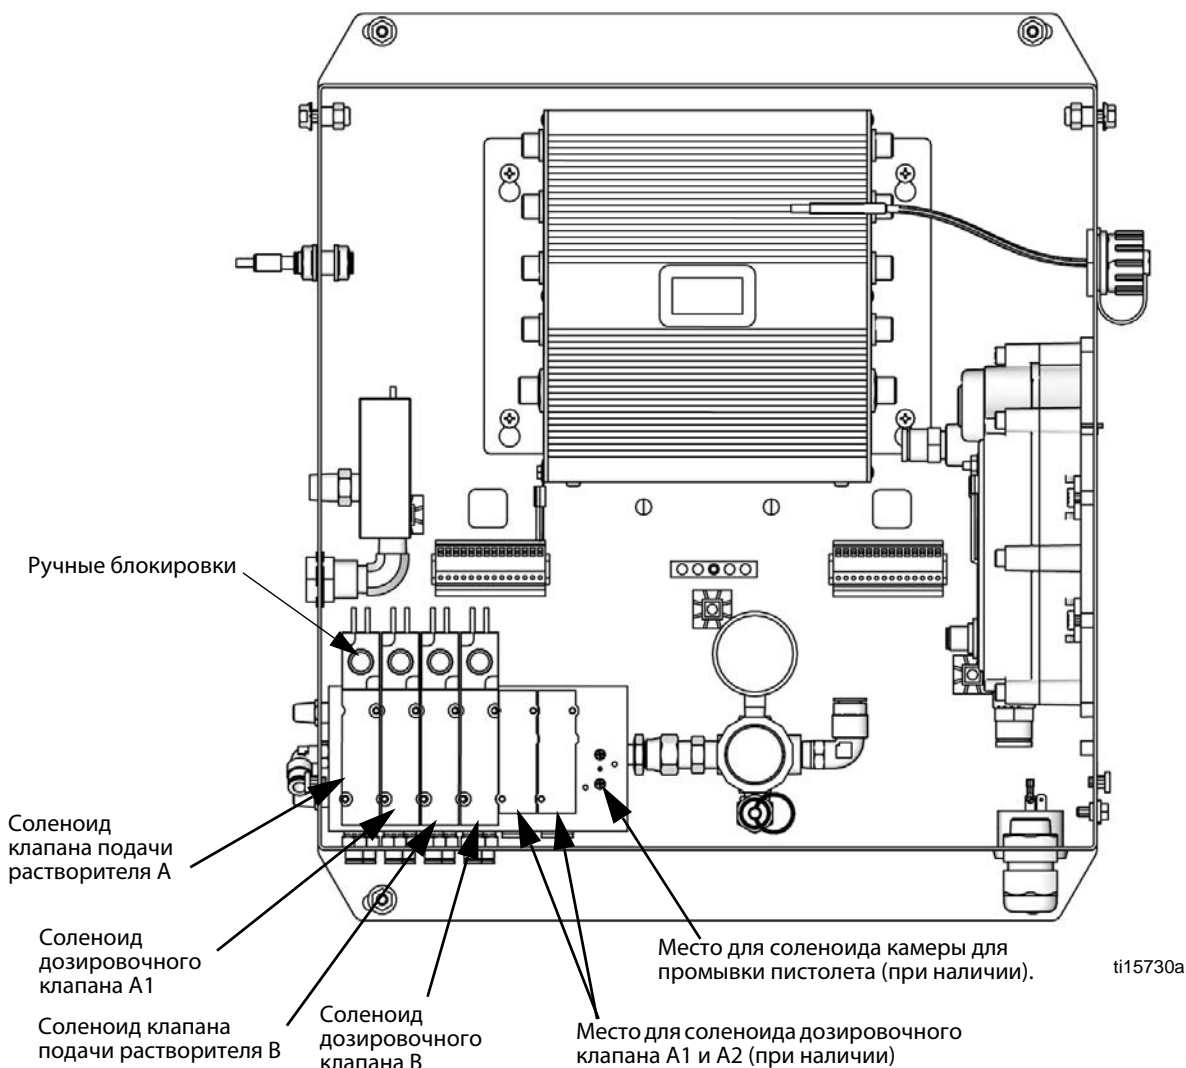

Рис. 22. Соленоидные клапаны в блоке управления
4. При нажатом курке пистолета установите ручную блокировку на соленоидах дозирующих клапанов A1 (A2, A3) и B, чтобы сбросить давление. См. Рис. 22.
7. При нажатом курке пистолета установите ручную блокировку на соленоидах клапанов подачи растворителя A и B, чтобы сбросить давление растворителя. См. Рис. 22. Удостоверьтесь в том, что давление растворителя упало до 0.